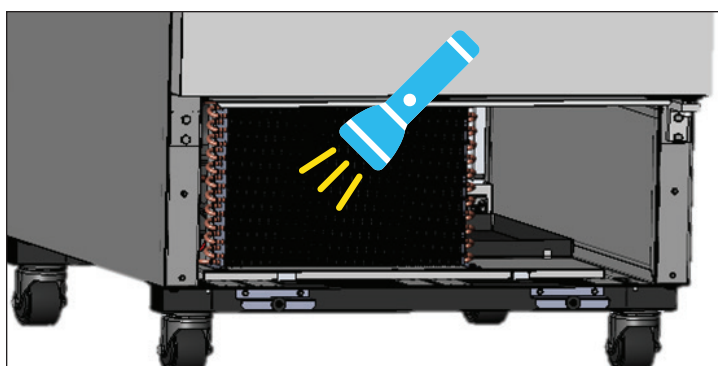

Figure 4. Vérifiez que toutes les obstructions ont été éliminées.
4. Après élimination de la saleté de la surface du serpentin, vérifiez à l'aide d'une lampe torche que vous pouvez voir à travers la batterie et observer le mouvement des pales du ventilateur de condenseur. Voir Fig. 4.